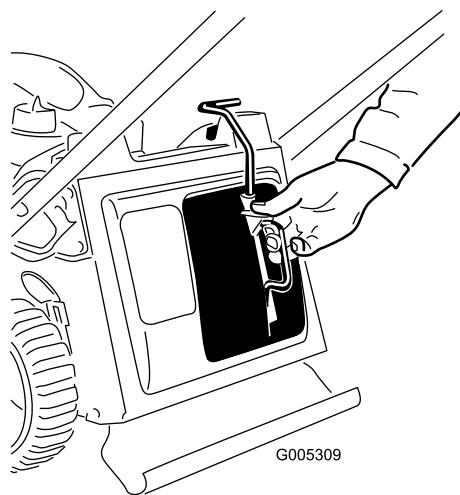

Bild 9
2. Drücken Sie die Taste am Hebel mit dem Daumen und setzen Sie den Mulchverschluss ganz in die Öffnung ein (Bild 9).